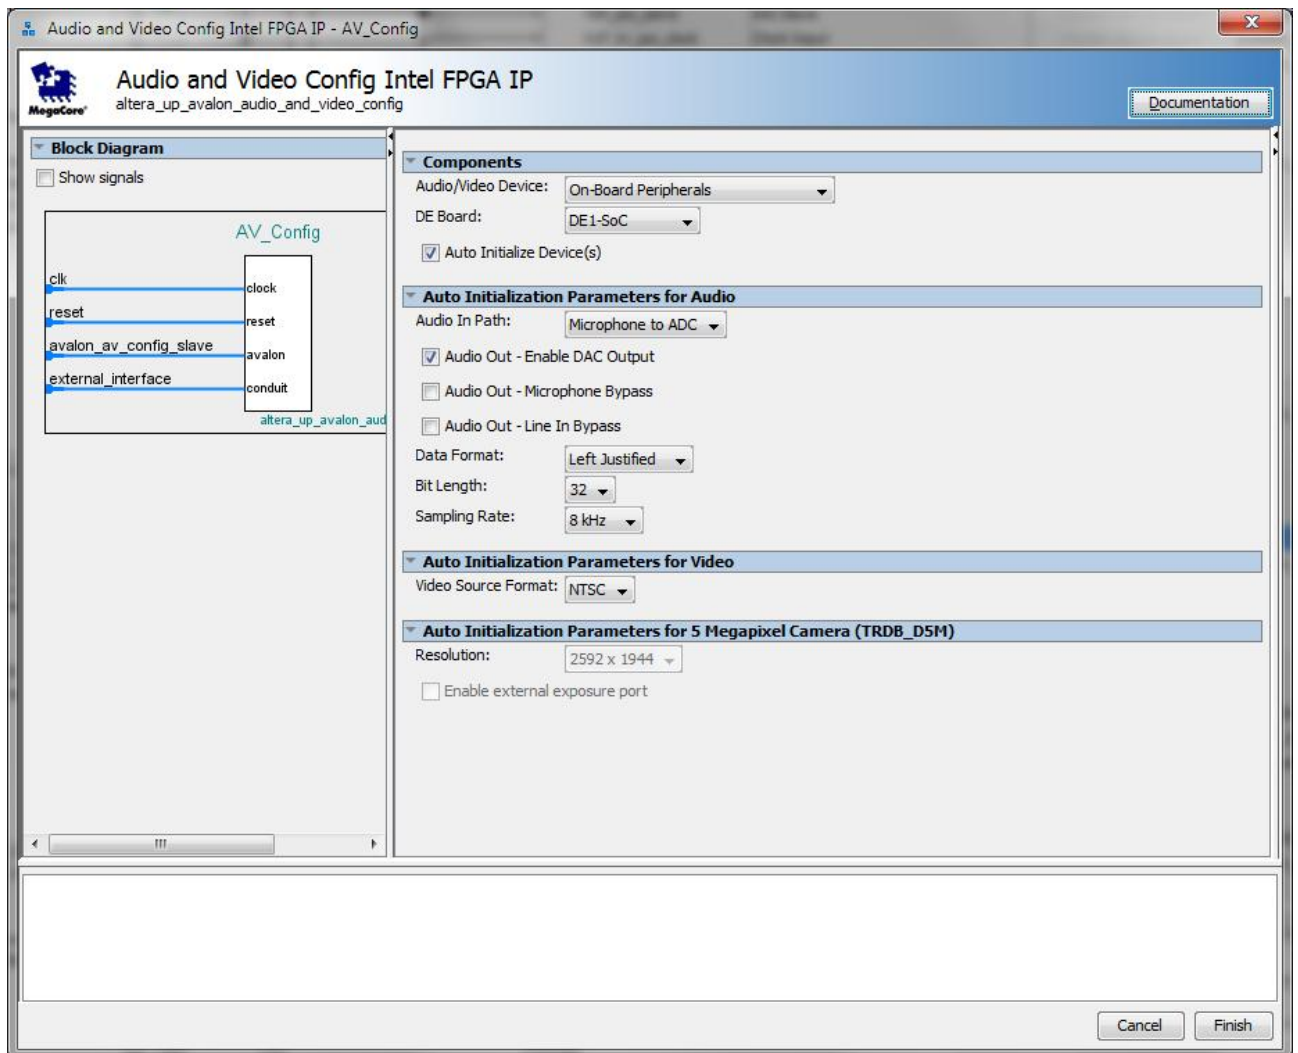

Рис. 69. Вікно налаштувань модуля AV_Config
7. Відкриється вікно налаштувань, яке показано на рис. 69.